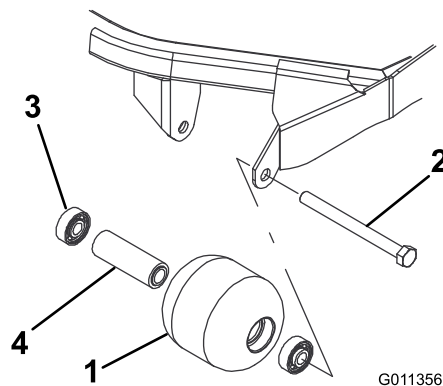

图 80
1. 卸下滚筒安装螺栓图 80。
4. 检查滚筒壳体、轴承以及轴承隔片是否受损图 80。更换并组装任何受损的组件。
1. 将第一个轴承按入滚筒壳体图 80。仅按住外座圈或同时按住内、外座圈。
2. 插入隔片图 80。
3. 将第二个轴承按入滚筒壳体图 80。同时按住内、外座圈直至内座圈接触到隔片。